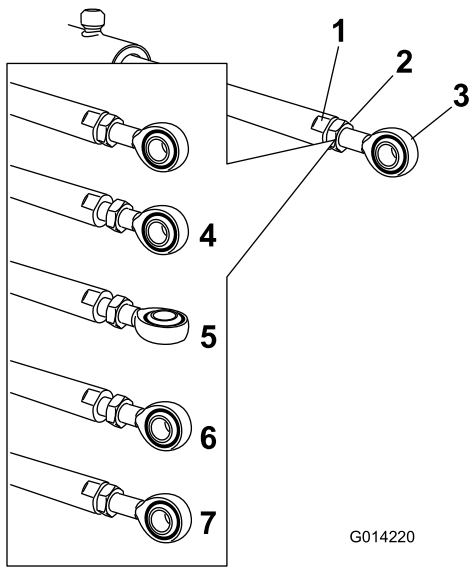

Bild 14
5. Arretieren Sie die flachen Seiten der Aktuatorstange mit einem Schraubenschlüssel und lösen Sie dann die Klemmmutter, damit Sie die Ösenstange manipulieren können (Bild 14).
6. Drehen Sie die Ösenstange in der Aktuatorstange, um den ausgefahrenen Aktuator auf die gewünschte Stellung zu verlängern oder zu verkürzen (Bild 14).